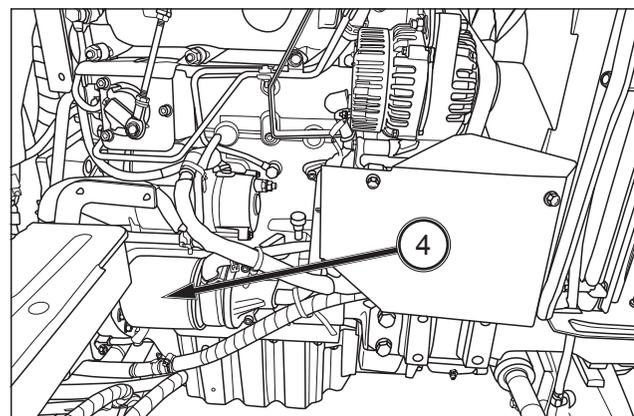

FIG. 149
**FIG. 149 : Pour remplacer le filtre à huile** - Dévissez le filtre à huile (4) et enlevez le joint du filtre. Débarrassez-vous de l'ancien filtre dans un endroit de collecte approprié.